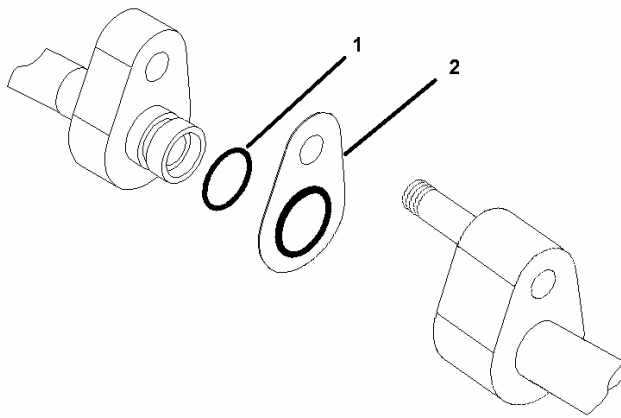

Figura 14 Colocación de la Placa-C y el Arosello
- F. Siempre que una unión del A/A sea desconectada, el arosello y la placa-C deben ser reemplazados (Figura 14). El nuevo arosello debe ser lubricado con ACEITE MINERAL. La placa-C no requiere lubricación. Nunca use grasa, aceite penetrante, aceite de motor, aceite Ester o PAG, etc. para lubricar arosellos y uniones.